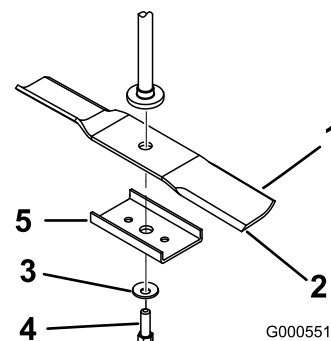
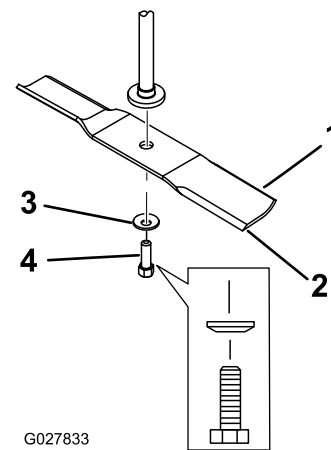

Figure 61
Figure 62
2. Enlevez de l'axe le renfort de lame (plateaux de 81 cm seulement), le boulon de lame, la rondelle bombée et la lame (Figure 61 et Figure 62).
- Placez la lame sur l'axe (Figure 62).
- Montez le renfort (plateaux de 81 cm seulement), la rondelle bombée (face concave vers la lame) et le boulon de lame (Figure 62).